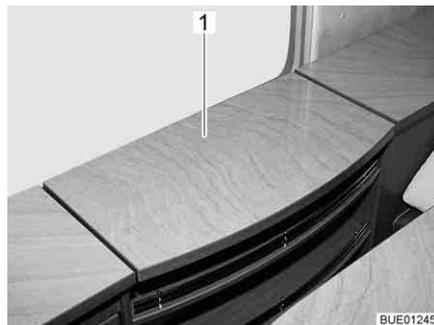
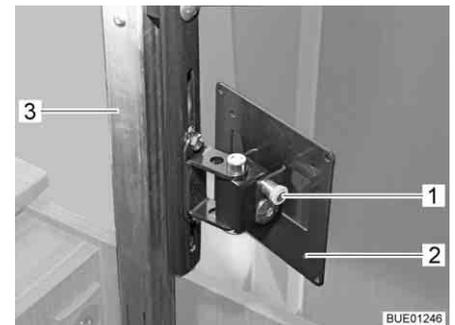

Fig. 55 Compartimento de TV
Fig. 56 Mecanismo de elevación
- Presionar ligeramente hacia abajo la parte central de la tapa (Fig. 55,1) del compartimento de TV. La columna de expulsión (Fig. 56,3) se desbloquea y sube.
- Tirar del botón de desbloqueo (Fig. 56,1) y girar el soporte (Fig. 56,2) con la pantalla plana a la posición deseada.
- Girar la pantalla plana de regreso a la posición inicial hasta que el soporte (Fig. 56,2) engatille en el bloqueo.
- Presionar hacia abajo la parte central de la tapa (Fig. 55,1) contra la resistencia de la columna de expulsión (Fig. 56,3) hasta que engatille el bloqueo.